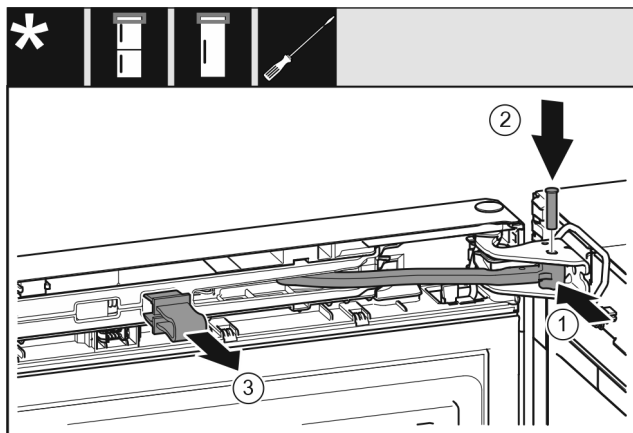

Fig. 30
- ▶ Okrenite zglob Fig. 30 (1) u podlošku ležaja.
- ▶ Umetnite svornjak Fig. 30 (2) u podložak ležaja i zglob. Pritom se pobrinite za to da uskočna izbočina ispravno leži u utoru.
- ▶ Skinite osigurač Fig. 30 (3).